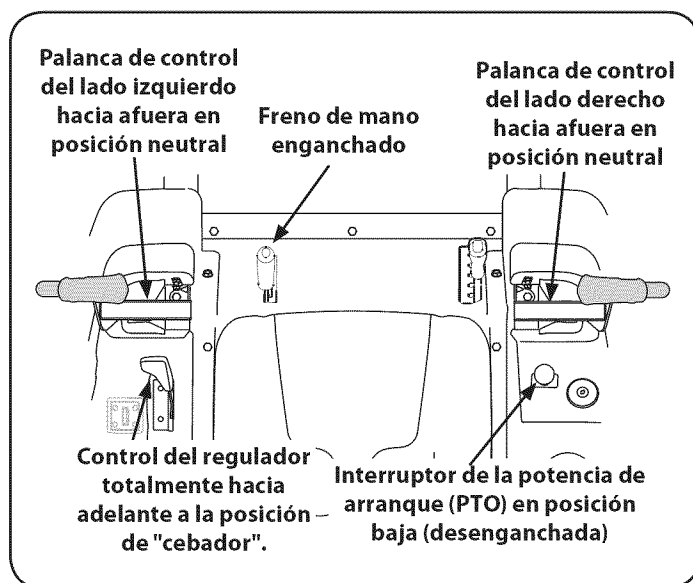

Figura 11
2. Coloque el freno de mano (D). Consulte la Figura 11.
3. Verifique que el interruptor de la potencia de arranque (PTO) se encuentre en posición desenganchada (abajo). Consulte la Figura 11.